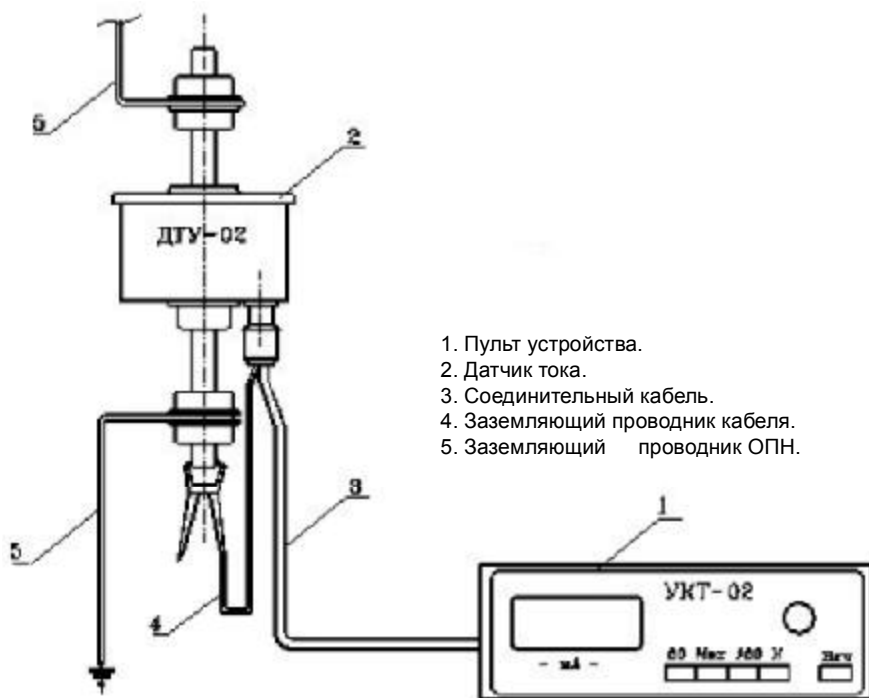

Рис. 4 Схема включения датчика в цепь заземления ОПН.
7.1.5. Подключите заземляющий проводник соединительного кабеля (4) пульта к заземляющему проводнику ОПН (5) с нижней стороны датчика, как показано на рис.4.